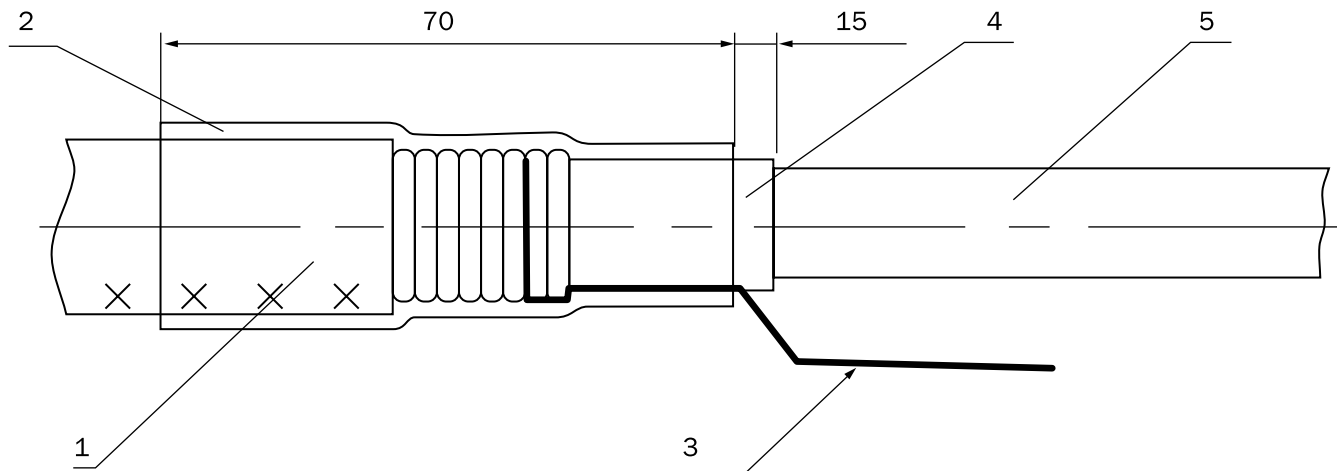

Рис. 3. Продольная герметизация кабеля.
– на места монтажа надвинуть трубку ТУТ 25/8 длиной 76 мм и усадить ее (*рис. 3*), используя рекомендации инструкции по применению термоусаживаемых трубок [4]. Нагрев термоусаживаемых материалов можно производить газовой горелкой или феном с температурой нагретого воздуха не менее 250°C.